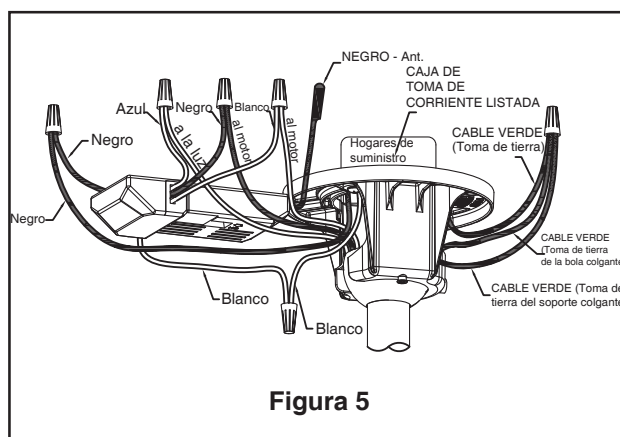

Figura 5
5. Pase los cables a través de la cubierta de unión del motor, la cubierta para el tornillo y el capuchón. (Figura 5)
4. Conecte los cables verdes desde el soporte colgante y la bola colgante en el cable desnudo (toma de tierra) utilizando el conector de cables suministrado. Conecte el cable negro desde la unidad del receptor marcado "AC IN L" al cable negro de suministro de electricidad utilizando el conector de cables suministrado. Conecte el cable blanco desde la unidad del receptor marcado "AC IN N" al cable blanco de suministro de electricidad utilizando el conector de cables suministrado. Conecte el cable blanco desde la unidad del receptor marcado "TO MOTOR N" al cable blanco del ventilador utilizando el conector de cables suministrado con el receptor. Conecte el cable blanco desde la unidad del receptor marcado "TO MOTOR L" al cable blanco del ventilador utilizando el conector de cables suministrado con el receptor. Por último, conecte el cable azul del receptor al cable azul de la luz del ventilador utilizando el conector de cables suministrado. Coloque todos los cables conectados y la antena del receptor para permitir la instalación de la cubierta del techo. (Figura 5)
5. Luego de empalmar los cables y realizar la conexión, sepárelos y dóblelos hacia arriba con el conductor con conexión a tierra y el conductor con conexión a tierra del equipo debe ir en un lado de la caja de distribución eléctrica y el conductor sin conexión a tierra debe ir del otro lado. (Figura 5)
5. Asegure el vidrio en la unidad de la placa de luz girándolo en el sentido de las agujas del reloj y sin apretar demasiado. (Figura 5)